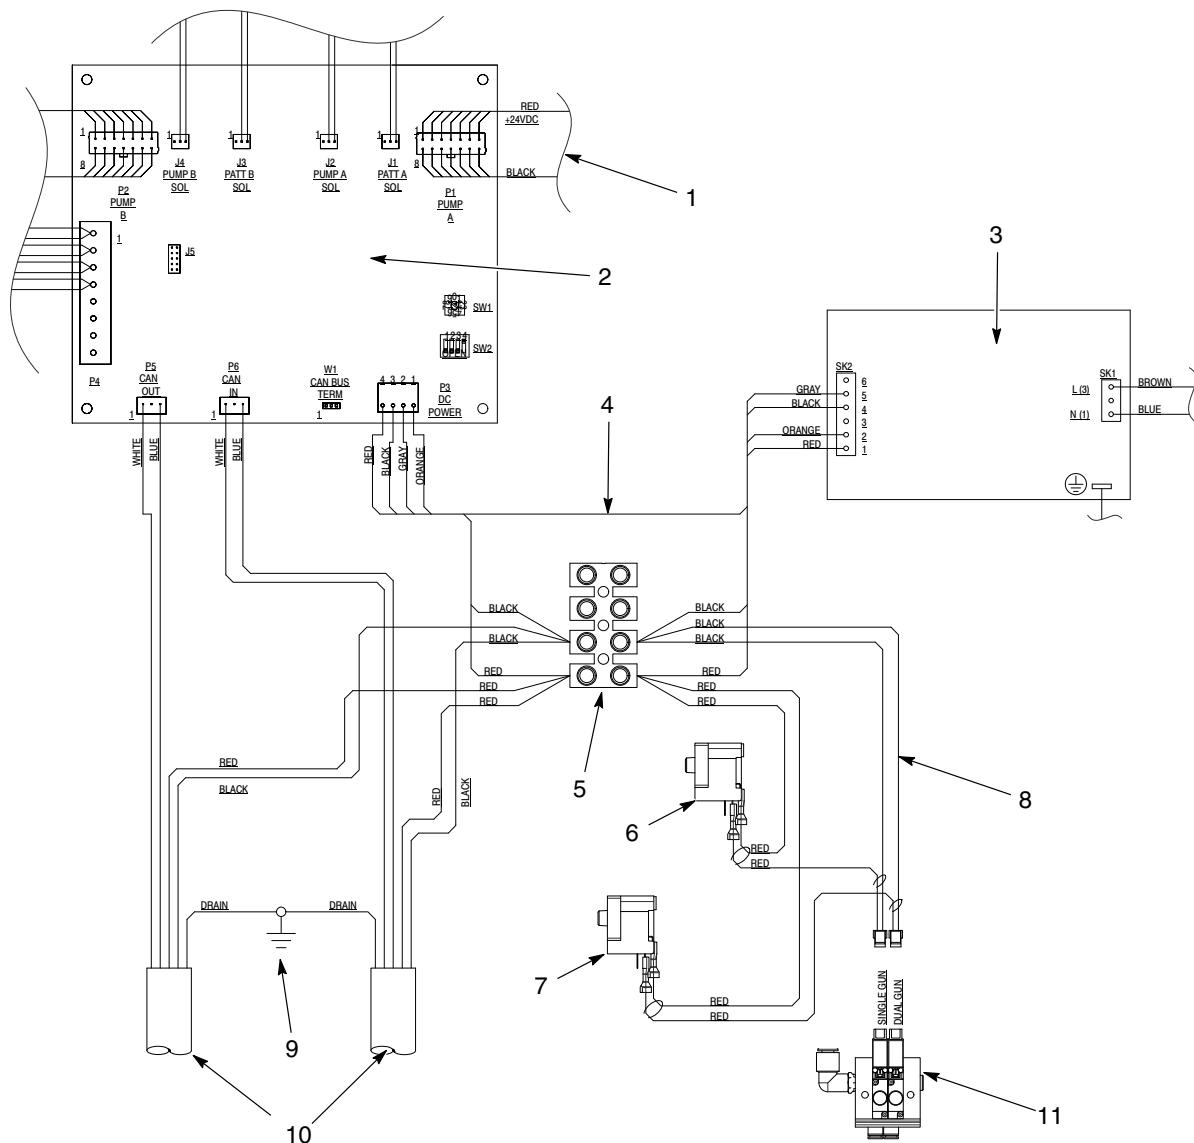

Рис. 3 Монтажная схема (показана система с двумя распылителями)
См. рис. 3 как иллюстрацию для монтажа проводки.
3. Смонтирововать новые кабели, как показано на рис. 3, поз. 10.
См. рис. 3, поз. 8 как иллюстрацию для монтажа проводки.